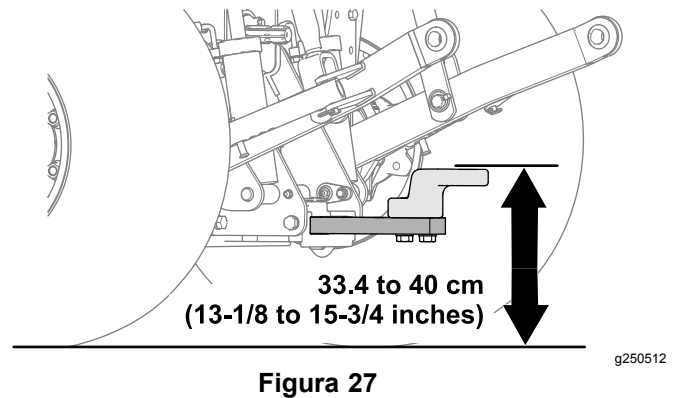

Figura 27
- Altura de trabalho: 33,4 a 40 cm; consulte Figura 27.